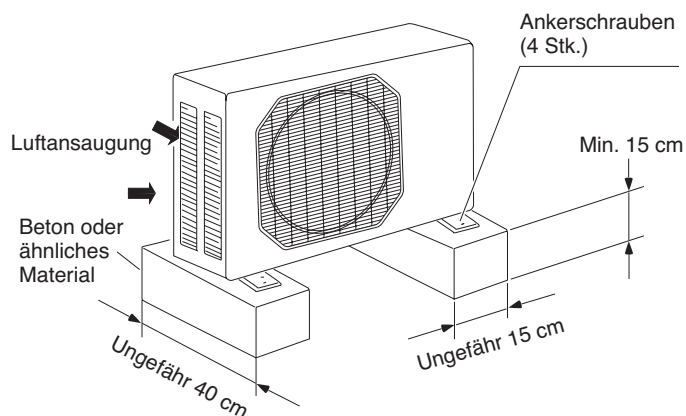

Abb. 5c
- Sorgen Sie für eine solide Unterlage (ebene Betonplattform, Betonstein, 15 × 40 cm Balken oder ähnliches), ein Mindestabstand von 15 cm über dem Boden, um Feuchtigkeit zu verringern und das Gerät vor möglichen Wasserschäden und verkürzter Lebensdauer zu schützen. (Abb. 5c)